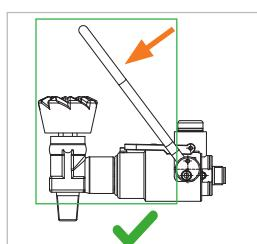

Abbildung 5
► Klappen Sie die Betätigung (Pos. 1) nach unten (*Abbildung 5*).